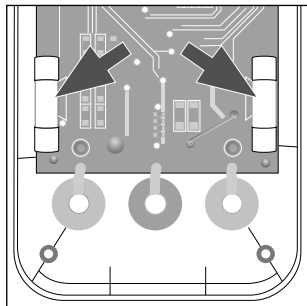

Bild 6
- ◆ Byt ut den defekta säkringen F1 (F 250 mA/300 V) eller F2 (F 10 A/300 V) mot en ny säkring av samma typ (se bild 6).